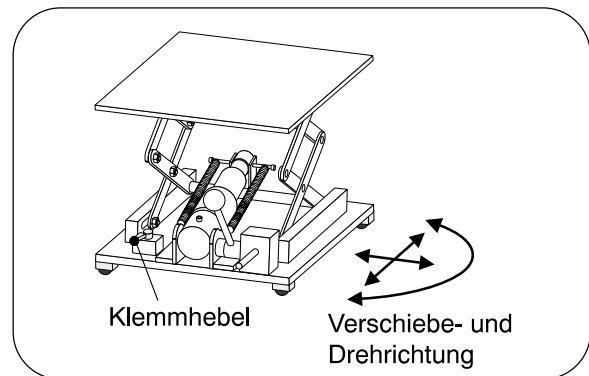

Bild 7
- Klemmhebel öffnen (Bild 7)
- Hebebühne langsam und vorsichtig verschieben (Bild 7)